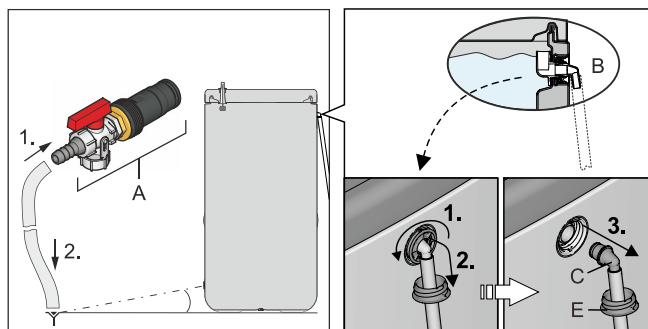
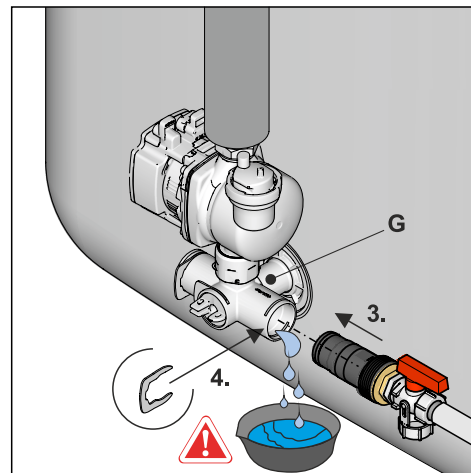

Bild 79-1 Montering av avloppsslang; Alternativ: Demontering av anslutningsstycke från säkerhetsöverströmningen
Bild 79-6 Montering av KFE-påfyllningsanslutningen i anslutningsvinkeln
- 2 Anslut en avloppsslangen till **KFE-påfyllningsanslutningen (tillbehör KFE BA)** (Bild 79-1, pos. A) och dra den till ett minst markdjupt avloppsställe.
Om ingen **KFE-påfyllningsanslutning** är tillgänglig kan alternativt anslutningsstycket (Bild 79-1, pos. C) demonteras från säkerhetsöverströmningen (pos. B) och användas.
Tab. 79-1 Teckenförklaring till Bild 79-1 till Bild 79-6
- 1 Ställ in ventilinsatsen på anslutningsvinkeln så att vägen till blindpluggen är spärrad (Bild 79-6).
- 2 Ställ ett lämpligt uppsamlingsstråg undertill och ta bort blindpluggen från anslutningsvinkeln (Bild 79-6).
- 3 Stick in **KFE-påfyllningsanslutningen** i anslutningsvinkeln och säkra den med fästklammer (Bild 79-6).